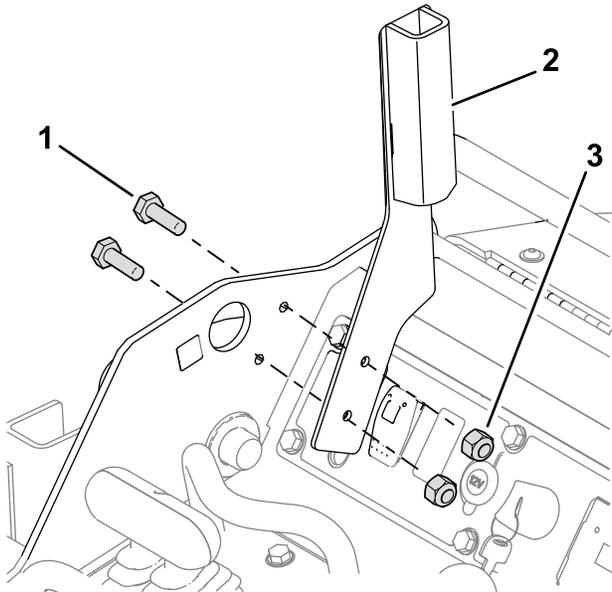
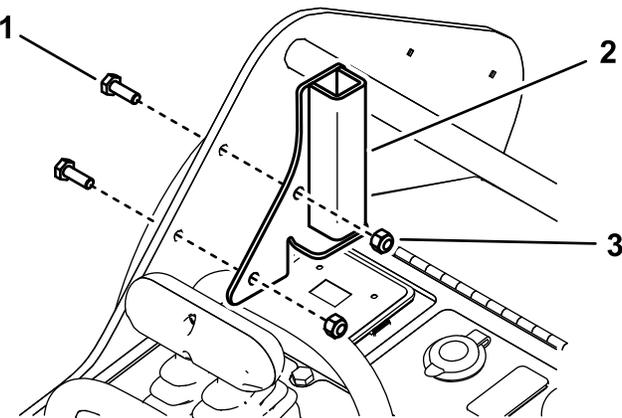

Figura 6
Figura 7
- Usando el protector seleccionado en 2 Selección del soporte de protector correcto \(página 2\), instale el soporte de protector izquierdo en el lado izquierdo del bastidor con 2 pernos ($\frac{1}{4}$ " x $\frac{3}{4}$ ") y 2 contratuercas ($\frac{1}{4}$ "), como se muestra en la Figura 6 y la Figura 7.